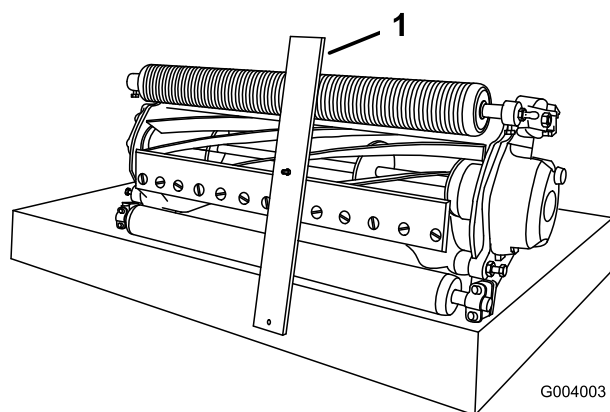

図 10
3. ゲージバーのネジ頭を下刃の切っ先に引っかけ、バーの後端を後ローラに当てがう (図 10)。